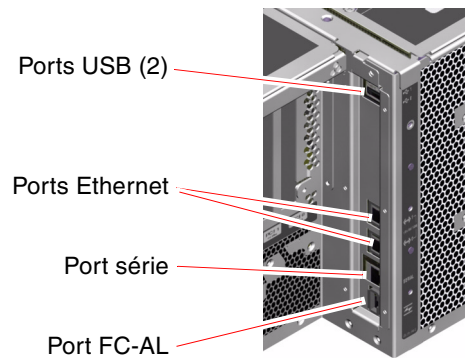

FIGURE 2-4 Ports externes dupanneau arrière
- six ports de données externes : USB, série, Ethernet et FC-AL (voir la FIGURE 2-4).